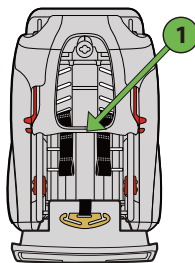

Figura 23
Pase el arnés de los hombros por debajo de la parte inferior de la funda del respaldo del asiento (1), como se muestra en la **figura 23**.